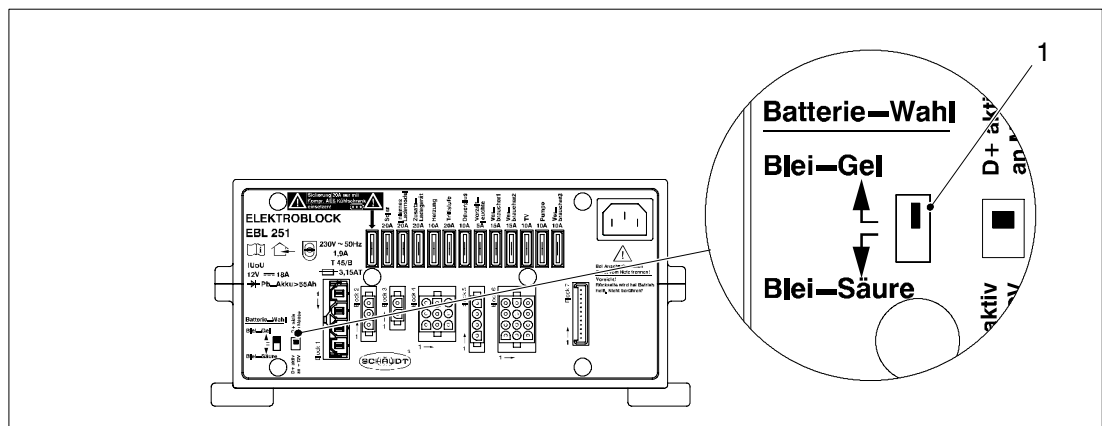

Bild 4 Batterie-Wahlschalter
- Den Batterie-Wahlschalter (Abb. 4, Pos. 1) mit einem dünnen Gegenstand (z. B. Kugelschreibermine) in die entsprechende Position bringen: